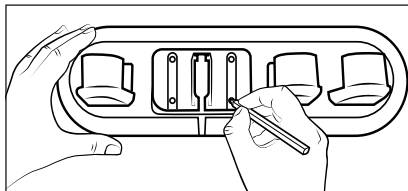

Fig. 5
- 3) Utilice el soporte para accesorios **16** para marcar los cuatro orificios en la pared con un lápiz (consulte la fig. 5).